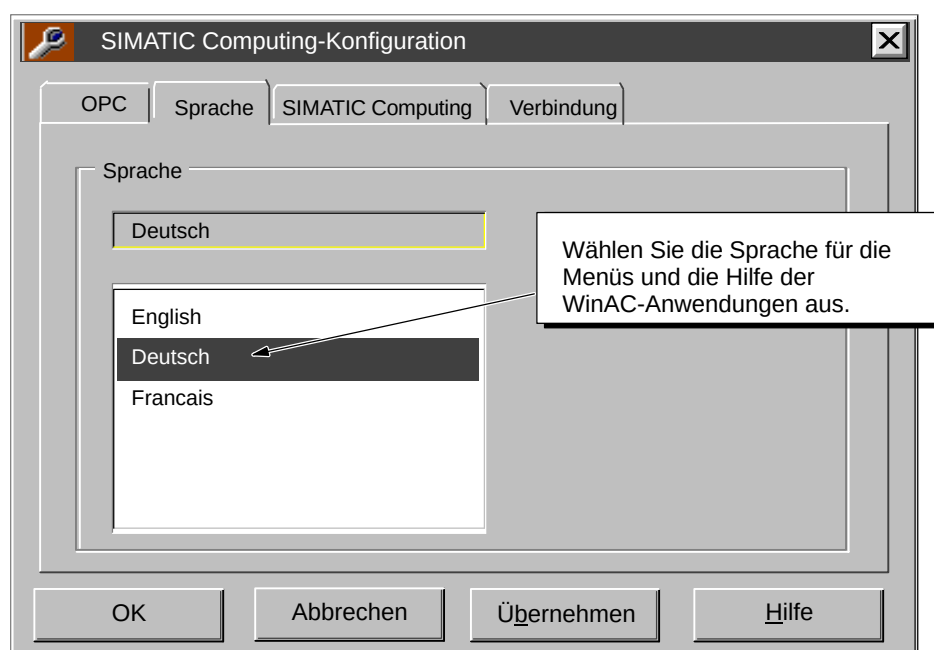

Bild D-2 Einstellen der Sprache für das CPU-Panel und die Hilfe
3. Wählen Sie die Sprache für das CPU-Panel (Deutsch, Englisch oder Französisch) (siehe Bild D-2).